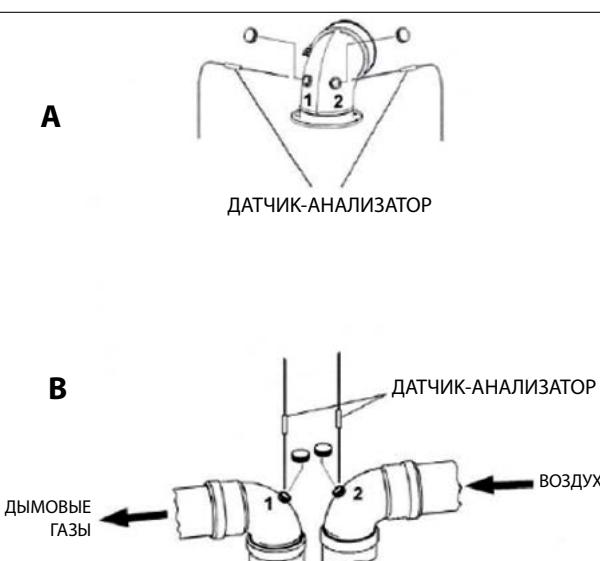

рис. 17
- Измерить температуру воздуха для горения через отверстие 1 (см. рис. 17 А для котлов с герметичной камерой сгорания, укомплектованных трубами со специальными отверстиями).
- Измерить температуру отходящих газов и содержание CO₂ через отверстие 2 (см. рис. 17 А для котлов с герметичной камерой сгорания, укомплектованных трубами со специальными отверстиями).
- Измерить температуру воздуха для горения через отверстие 2 (см. рис. 17 В для котлов с герметичной камерой сгорания, укомплектованных трубами со специальными отверстиями).
- Измерить температуру отходящих газов и содержание CO₂ через отверстие 1 (см. рис. 17 В для котлов с герметичной камерой сгорания, укомплектованных трубами со специальными отверстиями).
Датчик температуры наружного воздуха должен подключаться на контакты **5-6** электронной платы котла (рис. 17).